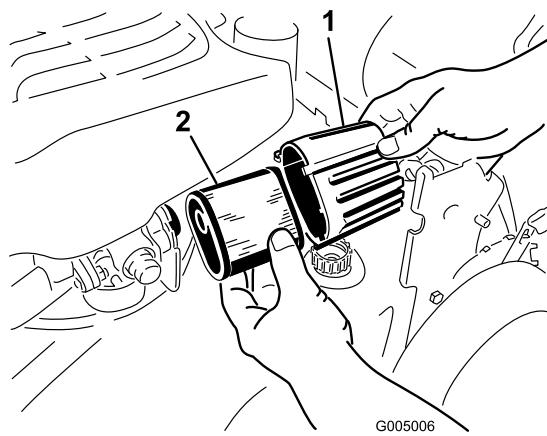

Figure 32
2. Tournez le couvercle du filtre à air pour le déposer (Figure 32).